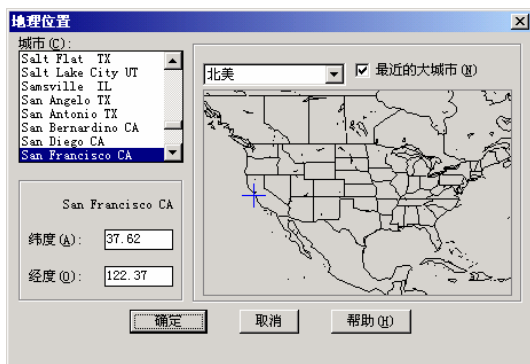

图 6-19 指定地理位置
①在“日期”文本框中，可以按“月/日”的格式指定日期，范围从“1/1”到“12/31”。
②在“时钟时间”文本框中，可以按 24 小时格式指定时间。
③在“时钟时间”文本框下面的下拉列表中，可以指定时区。如果选中“夏令时”复选框，则按指定的时间和时区的夏令时进行计算。
④在“纬度”和“经度”文本框中，可以分别设置计算位置处的纬度和经度。纬度的取值范围为 0~90，经度的取值范围为 0~180，其中 0 纬度表示赤道，0 经度表示格林威治子午线，其中取值所表示的位置需要进一步根据当前半球决定。
⑤在“经度”文本框下面的两个下拉列表中，分别用于指定在“纬度”和“经度”文本框中的指定的位置位于哪个半球。在第一个下拉列表中选择北半球或南半球，在第二个下拉列表中选择东半球或西半球。
⑥单击“地理位置”按钮，在弹出的对话框中可以根据指定的城市或地图上的点来确定当前的地理位置，如图 6-19 所示。